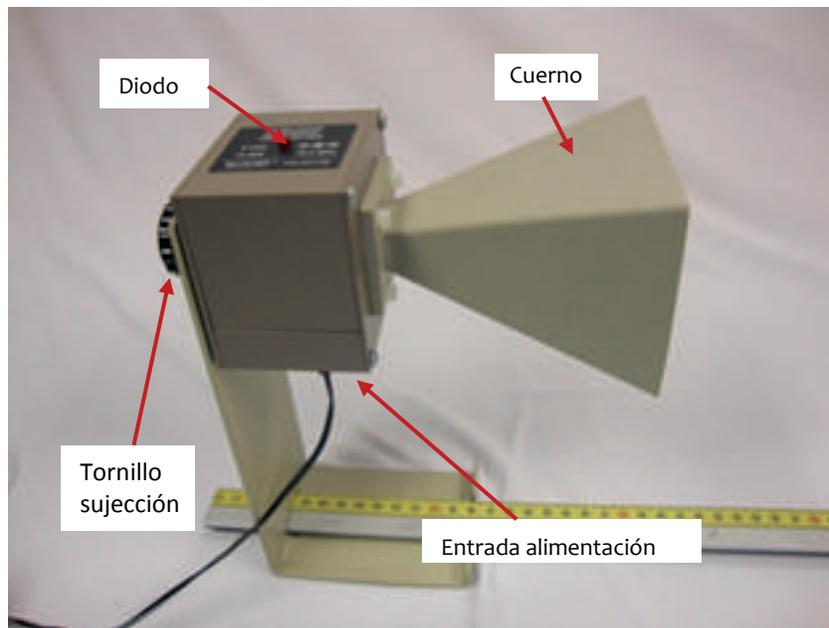

Figura 6.10. Transmisor de microondas
m) Coloque el cuerno del transmisor en su soporte por medio del tornillo de sujeción, en la parte inferior se conecta la entrada del eliminador (figura 6.10). El diodo enciende cuando se conecta el eliminador al tomacorriente. Conéctelo hasta que vaya a empezar las mediciones.